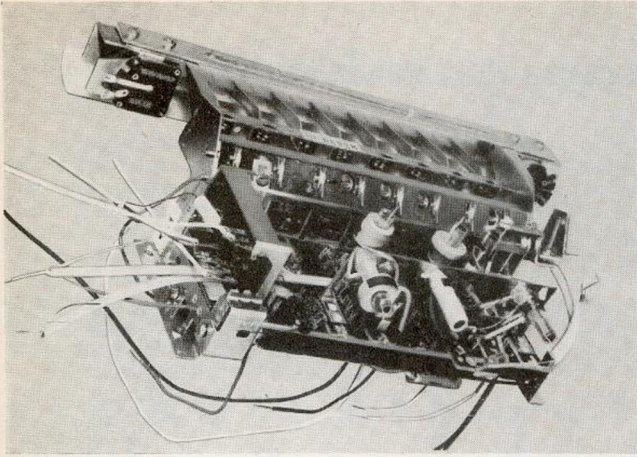

Bild 3
4. Strahlungsarme Kurz-, Mittel- und Langwelle (Bild 3)